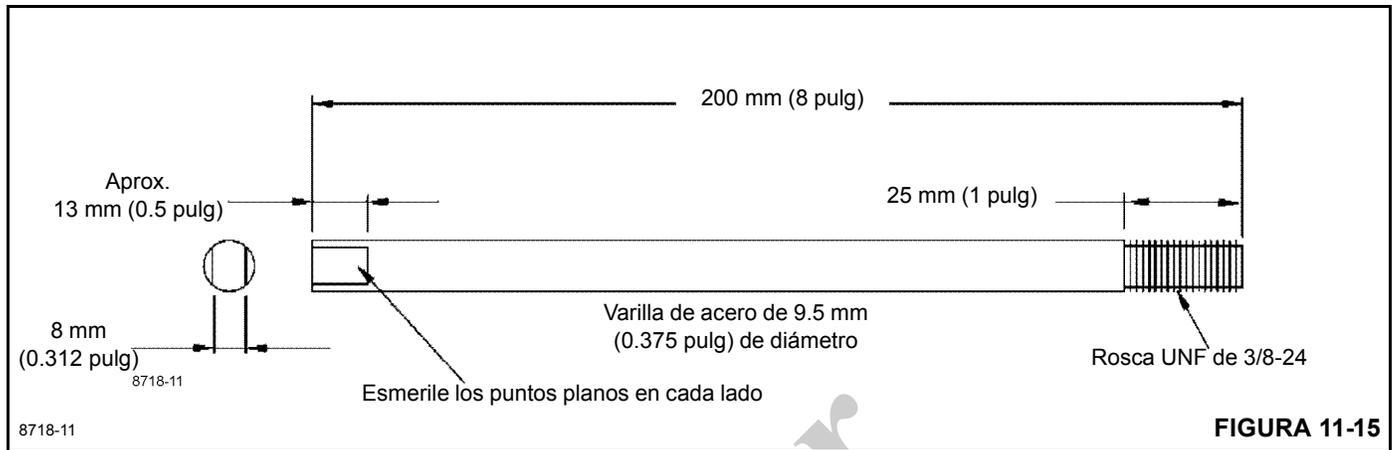

FIGURA 11-15
6. Los espárragos de alineación pueden ser muy útiles durante el rearmado del motor. Consulte la Figura 11-15. Si utiliza espárragos, instale 2 espárragos diagonalmente opuestos en la caja de cojinete.